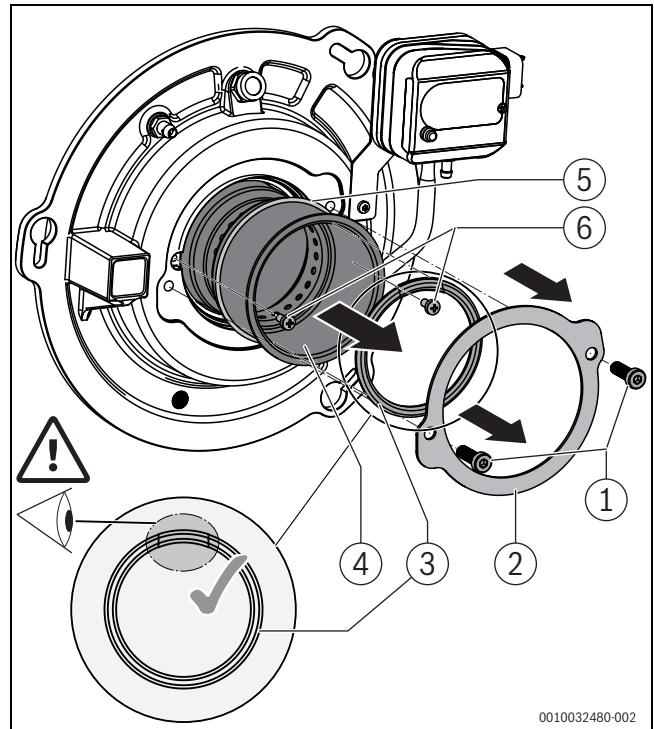

Bild 75 Brennerrohr austauschen
- ▶ Dichtung D81 verwenden. Darauf achten, dass die Nahtstelle der Dichtung in 12-Uhr-Position eingebaut wird (→Bild 75, Seite 40).
Um das Brennerrohr auszutauschen (→Bild 75):